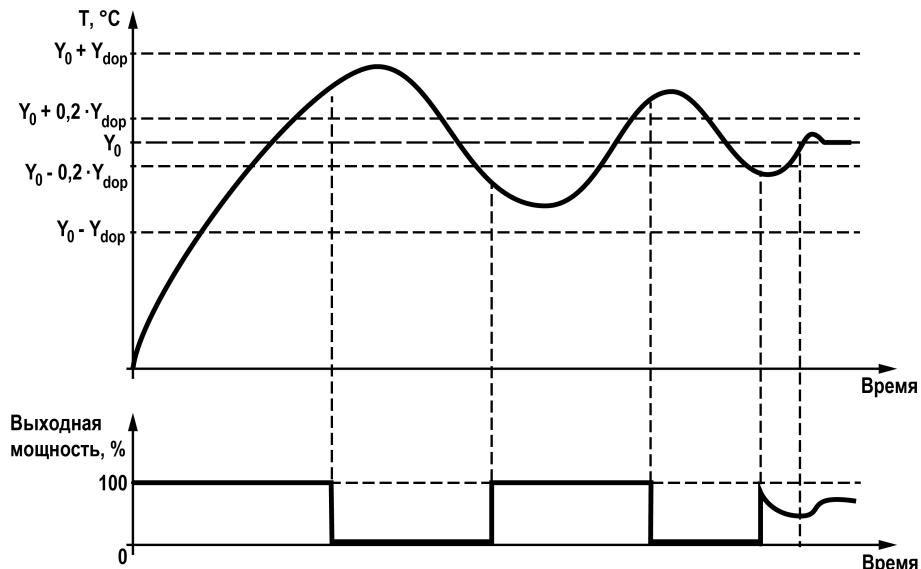

Рисунок 7.10 – Пример АНР
2. С помощью ПО «Конфигуратор TPM251» или кнопок на лицевой панели прибора установить значения параметров Y_0 и Y_{dop} . В процессе автонастройки регулируемая величина будет колебаться около уставки Y_0 . Параметр Y_{dop} определяет момент переключения выходной мощности двухпозиционного регулятора. Переключение происходит по достижении регулируемым параметром значения $Y_0 - 0,2 \times Y_{\text{dop}}$ и $Y_0 + 0,2 \times Y_{\text{dop}}$ с небольшим запаздыванием по времени (см. рисунок 7.10). Во время регулирования температуры рекомендуемое значение Y_{dop} находится в диапазоне 5...30 °C, оптимальное значение параметра подбираются исходя из характеристик объекта. Максимальное значение регулируемого параметра во время автонастройки может превысить $Y_0 + Y_{\text{dop}}$, что не является ошибкой алгоритма АНР.